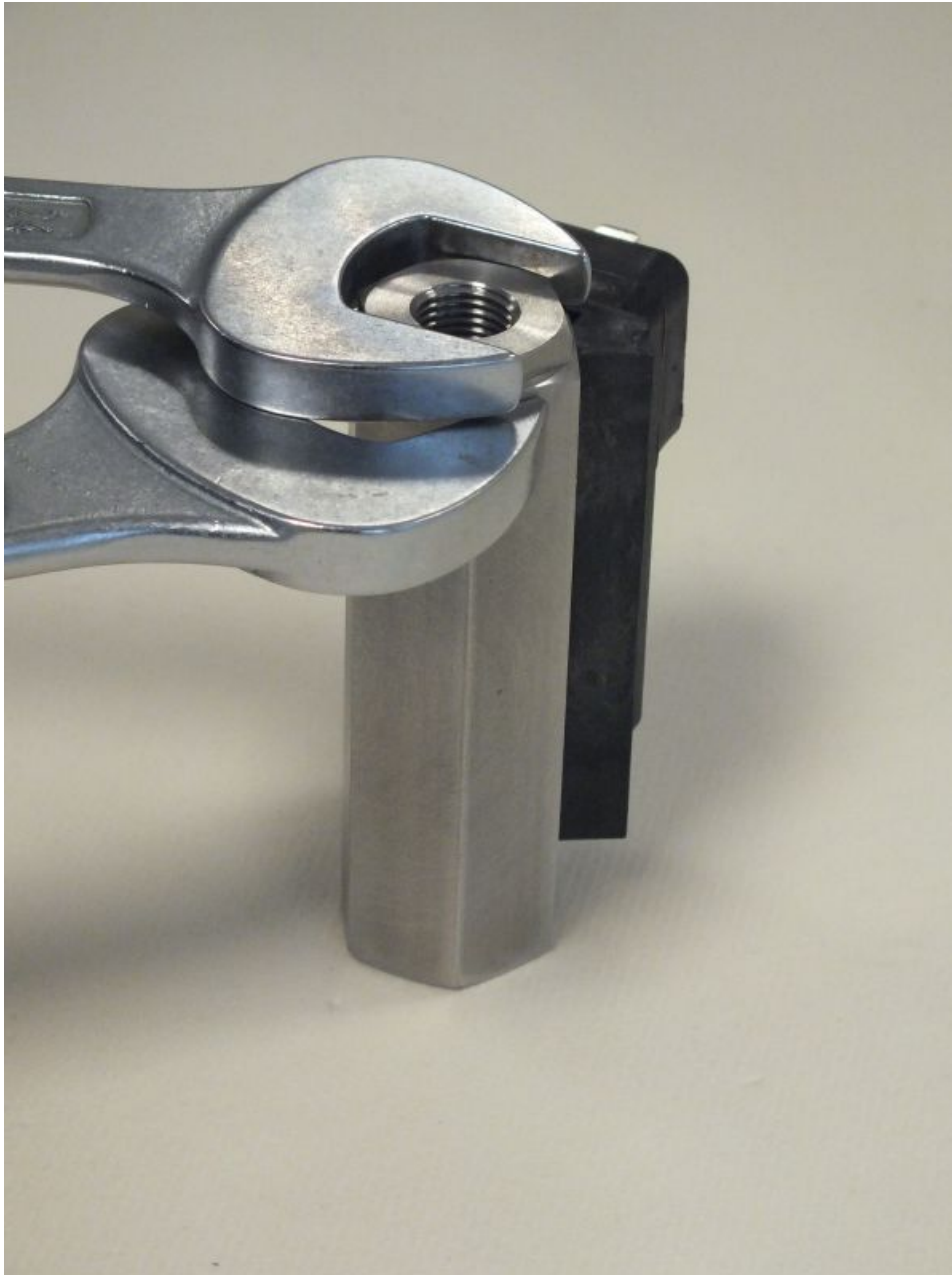

Abb. 39: Verschraubung (Ausgang) lösen
- 1.** Die Verschraubung (Ausgang) (Abb. 39) mit passendem Maulschlüssel lösen. Den Gerätekörper hierbei mit passendem Maulschlüssel gegenhalten